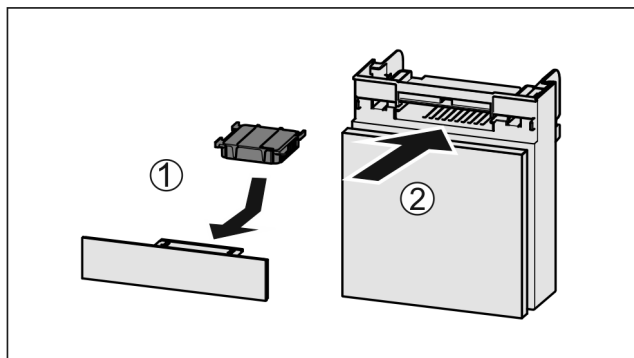

Fig. 139
- Filtr s aktivním uhlím vložte podle vyobrazení Fig. 139 (1).
- Zásuvku zasuňte Fig. 139 (2).